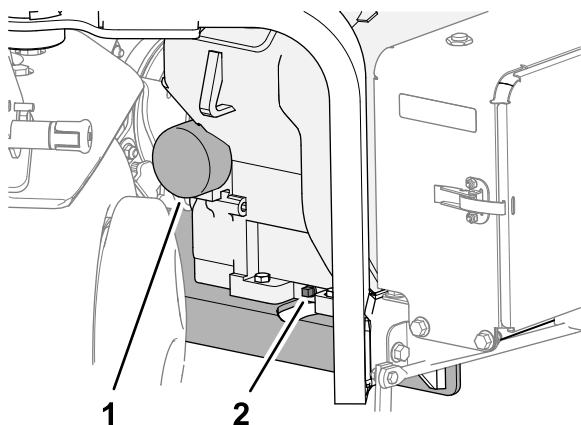

**Figura 150**
3. Collocate una bacinella sotto al tappo di spurgo dell'olio e rimuovete il tappo (Figura 150).
1. Collocate una bacinella di spurgo bassa sotto il filtro dell'olio e togliete il filtro (Figura 150).
6. Inserite il filtro dell'olio sul relativo adattatore in modo che la guarnizione sia a contatto con l'adattatore del filtro (Figura 150), quindi serrate il filtro di un ulteriore 1/2 giro.